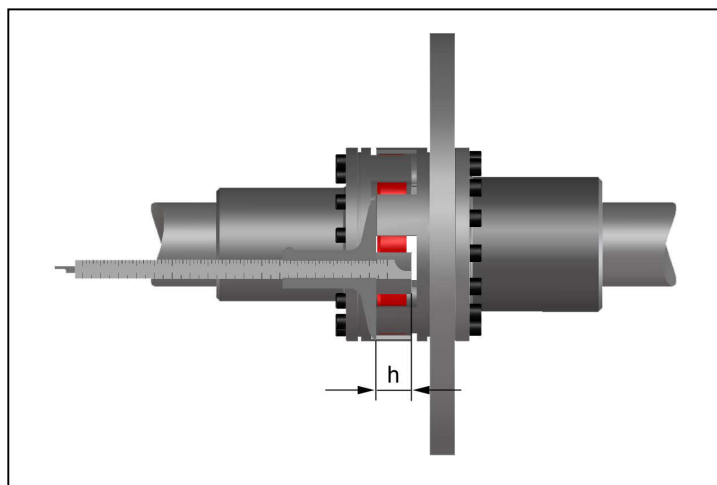

Bild 11
- Messen Sie gemäß Bild 11 die axiale Klauenüberdeckung „h“.